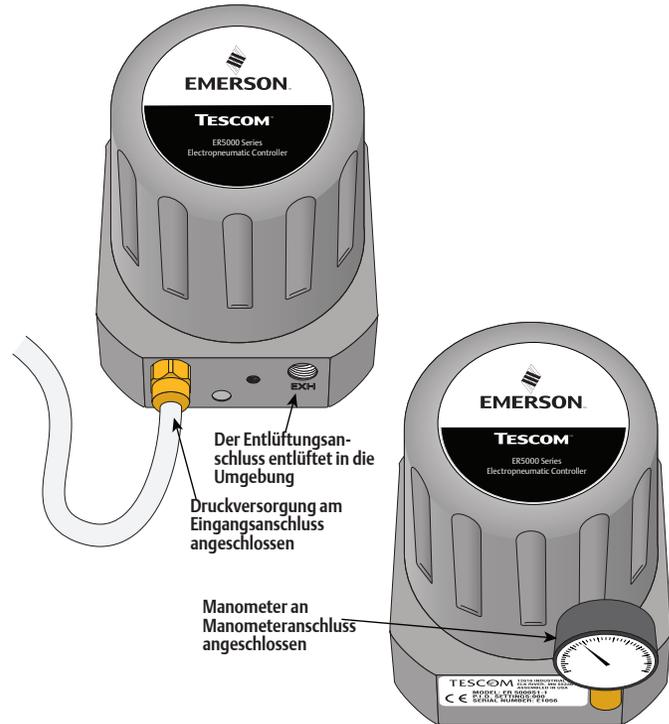

Abb. 16: Druckanschlüsse
Schließen Sie die Eingangsdruckquelle an den mit IN gekennzeichneten Eingangsanschluss am Sockel des ER5000 an. Siehe Abb. 16.
- c. Lassen Sie den Manometeranschluss verschlossen, um Undichtigkeiten zu vermeiden oder schließen Sie ein Manometer an, wie in *Abb. 16* auf der vorhergehenden Seite gezeigt.